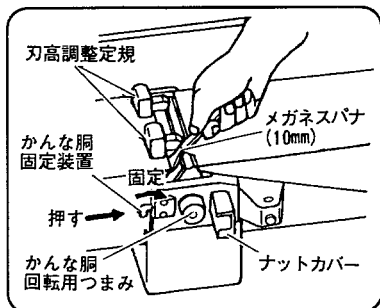

図 41
- (1) かな胴回転用つまみ (図 41) をまわしてかな胴の裏刃部が上になる位置にします。
- (2) かな胴固定装置のレバーを指先で押し、右 (図中固定側) にまわしてかな胴を固定します。
- (3) その後は 28 ページ「1.自動かな盤の場合」と同じ要領で取付けます。